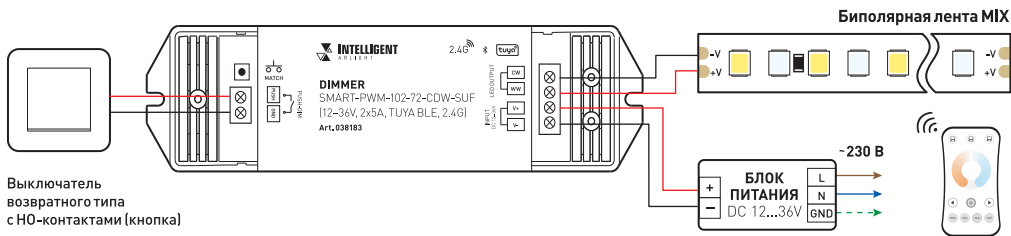

Рис. 1. Схема подключения диммера SMART-PWM-102-72-CDW-SUF
- 3.2. Подключите диммер согласно схеме, приведенной на рис. 1.